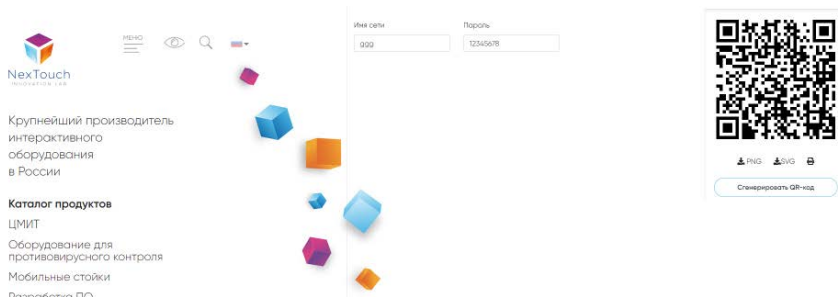

Рис.7. Страница сайта поставщика, где можно сгенерировать QR-код на подключение к сети.
7. **Подключение к TCP/IP-сетям.** Устройство возможно подключать только к беспроводным локальным сетям с помощью технологии Wi-Fi. Команда на подключение подаётся Устройству посредством специализированного QR-кода, сгенерированного на основе имени сети, к которой требуется подключиться, и её пароля. Сгенерировать код можно с помощью сайта поставщика: <https://nextouch.ru/qrcodegenerator/> (рис.7 данного Руководства). После прочтения QR-кода, Устройству потребуется порядка 30-40 минут для соединения. В случае успешного соединения в верхнем правом углу экрана Устройства на три минуты отобразится версия ПО и IP-адрес Устройства (рис.8 данного Руководства). Если сеть, к которой подключено Устройство, имеет выход в интернет, то Устройство будет автоматически обновляться до новых, актуальных версий ПО.